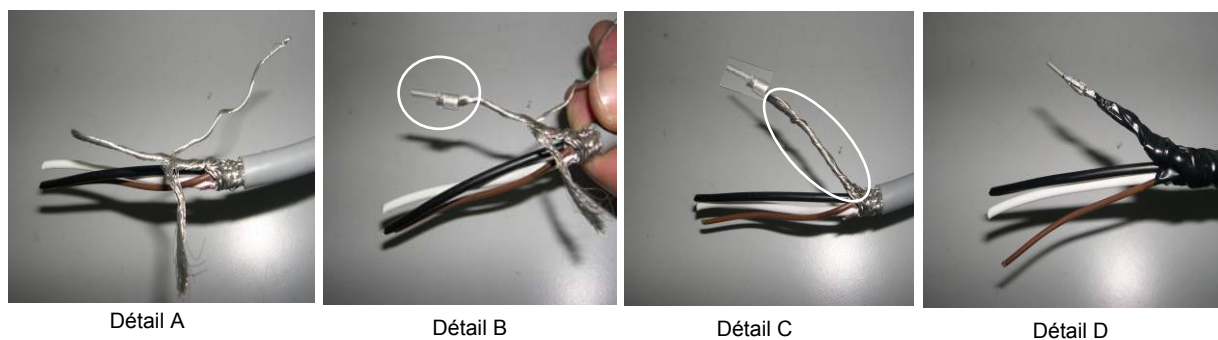

Figure 22 Branchement blindage câble CAN BUS
3. Séparer une partie du blindage du câble (suffisamment pour remplir l'embout de série) ; le torsader et appliquer son l'extrémité sur l'embout (Figure 22 points A et B).
4. Torsader le blindage précédemment séparé sur lequel on a appliqué l'embout ; enfin, poser du ruban isolant sur la portion de blindage entre le câble et l'embout (Figure 22 points C et D).